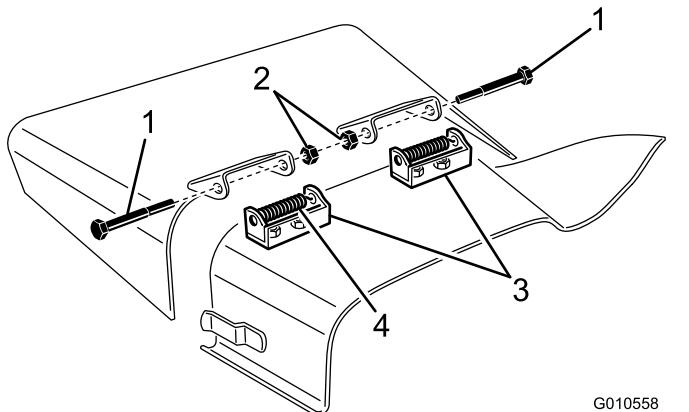

Figura 31
4. Retire os 2 parafusos, porcas de bloqueio e molas que fixam o defletor aos apoios de articulação (Figura 31).
5. Para remover os apoios de articulação, retire os parafusos de carroçaria e porcas (Figura 31).